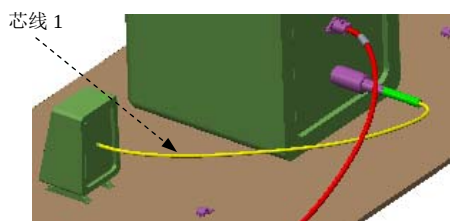
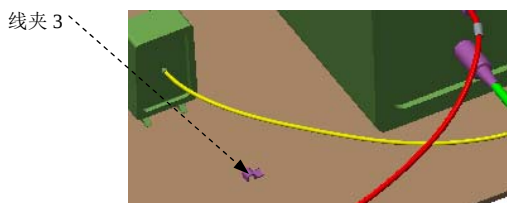
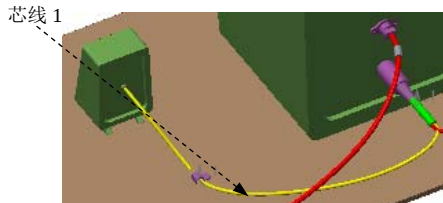

图 17.2.46 电缆芯线 1 的分段
图 17.2.49 选取位置参考
图 17.2.50 芯线 1 的位置
(3) 在“布线缆”对话框中单击 **应用** 按钮，此时在模型中显示电缆芯线 1 的分段部分，如图 17.2.46 所示。
(1) 定义芯线 1 的位置。
① 选择命令。在 **缆** 功能选项卡的 **位置** ▾ 区域中单击“位置”按钮，系统弹出“位置”操控板。
② 定义对象。在模型中单击图 17.2.46 所示的芯线 1，选取图 17.2.49 所示的线夹 3 中的基准轴 A-1 为位置参考，在操控板中单击按钮，此时芯线 1 的位置如图 17.2.50 所示。